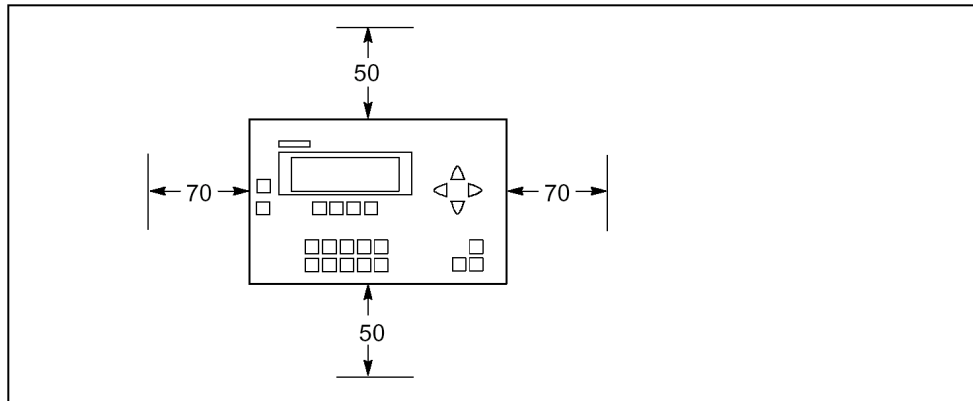

图2-6 C7-613的安装间隙
- C7-613的出线电缆侧必须至少保持50和70 mm的距离，以利于通风，如图2-6所示。